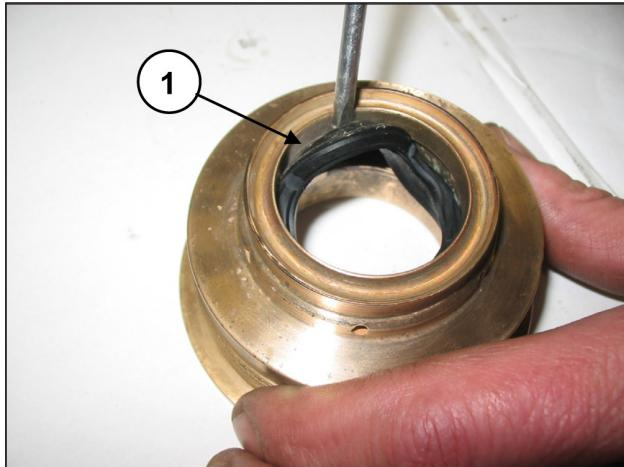

Fig. 173
Per togliere la guarnizione di bassa pressione è necessario utilizzare uno spessimetro o un attrezzo che non danneggi la sede del supporto guarnizione (pos. ①, Fig. 173).